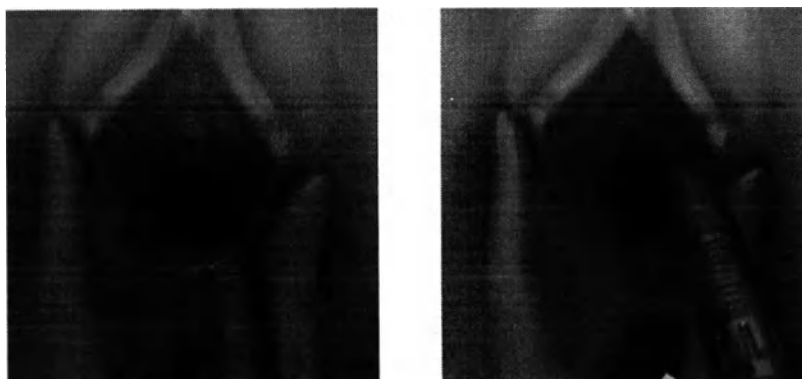

Рисунок 5.30 Облучение преддверия и входа во влагалище.
- Выпускайте лазерные импульсы на обнаженное преддверие, включая отверстие уретры, облучая фракционированным лазерным лучом поперек всей области преддверия и входа в область (См. Рис. 5.30).